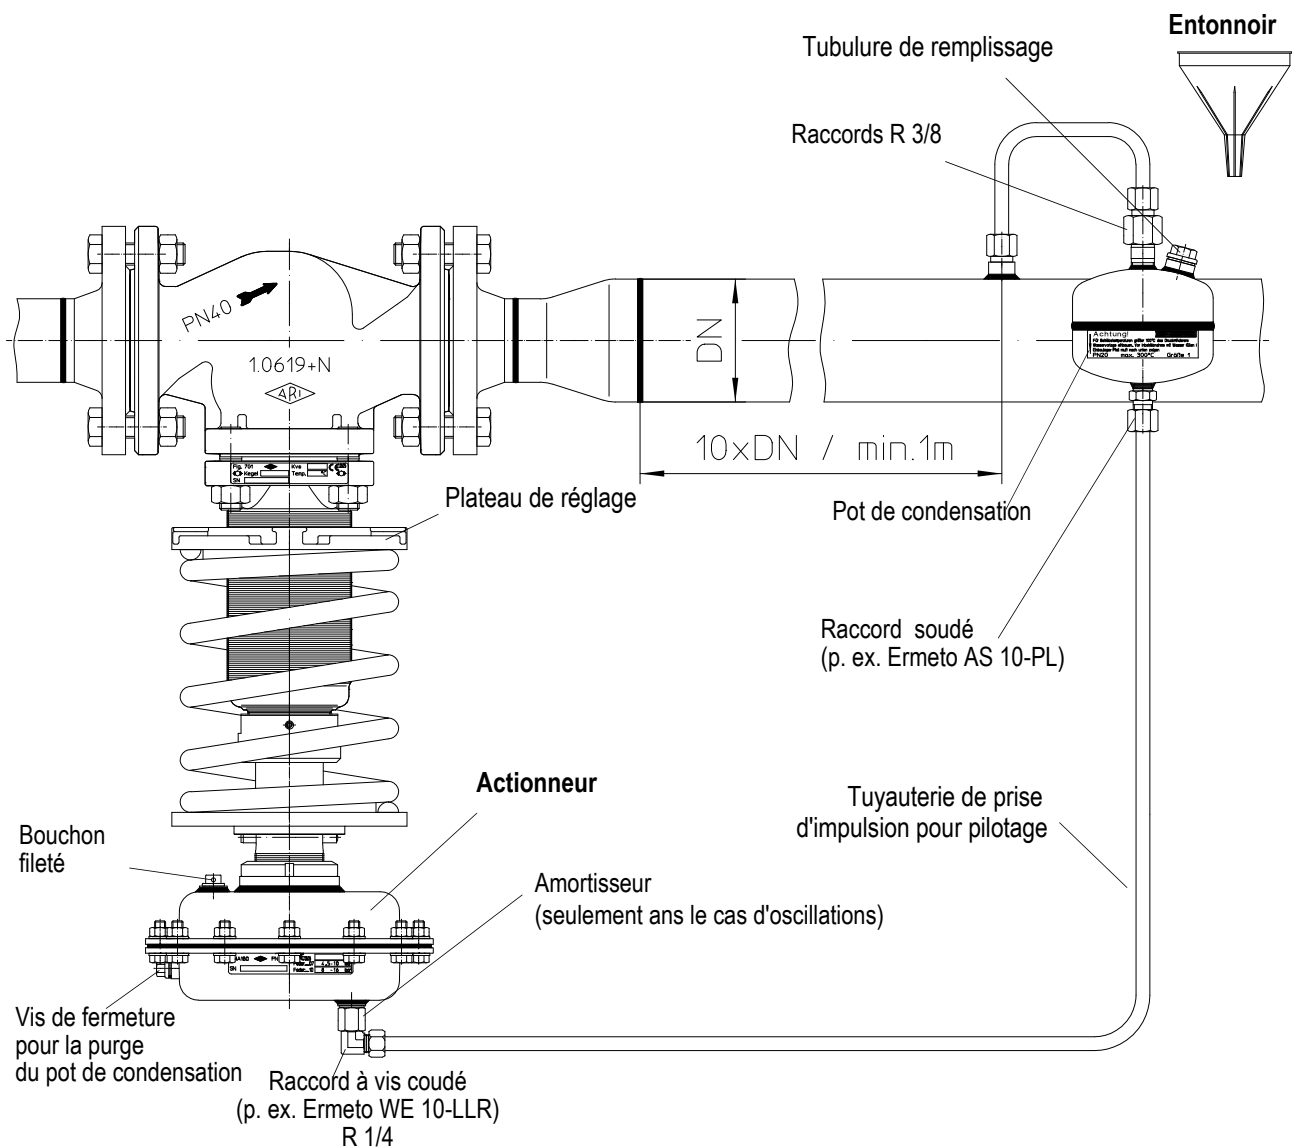

Fig. 6
- *le pot de condensation doit alors être entièrement rempli de liquide (pour la vapeur, qu'il soit rempli d'eau) et que l'actionneur soit purgé de son air par l'intermédiaire de la vis de fermeture (voir Fig. 6).*